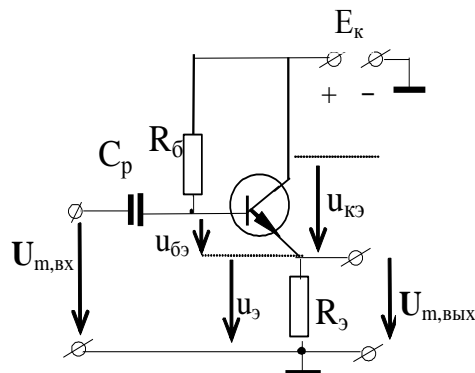
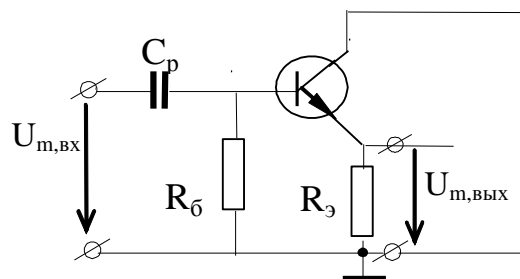

Рис.3.1
Рис.3.2
В каскаде с общим коллектором (ОК) нагрузка подключается между эмиттером транзистора и земляной шиной, при этом сопротивление, определяющее режим выходной цепи по постоянному току, ставится в эмиттерную цепь. Коллектор непосредственно подсоединяется к плюсу источника питания. На рис.3.1 изображена принципиальная схема каскада с ОК, а на рис.3.2 – схема для переменных токов.
При достаточно малом внутреннем сопротивлении источника питания можно считать, что коллектор транзистора по переменному току практически имеет потенциал земли, т.е. транзистор для переменного тока включен по схеме с общим коллектором. Это и отражено на схеме каскада для переменных токов, представленной на рис.3.2.
1. Используя данные работы №2 построить ДПХ каскада с ОК на транзисторе КТ315 для  $E_k=6,3$  В,  $R_3=110$  Ом (см. схему рис.3.1).
2. Построить схему рис.3.1.. Установить значения  $E_k=6,3$ В,  $R_3=110$  Ом. Сопротивление в цепи базы  $R_b=6,2$  кОм. Построить динамическую проходную характеристику (ДПХ) в виде  $U_э(U_b)$  и  $I_э(U_b)$ . Определить положение рабочей точки и максимальную амплитуду входного напряжения для линейного режима работы усилителя. По графикам определить коэффициент усиления по напряжению и крутизну  $S$  и коэффициент усиления  $K=SR_k$ .